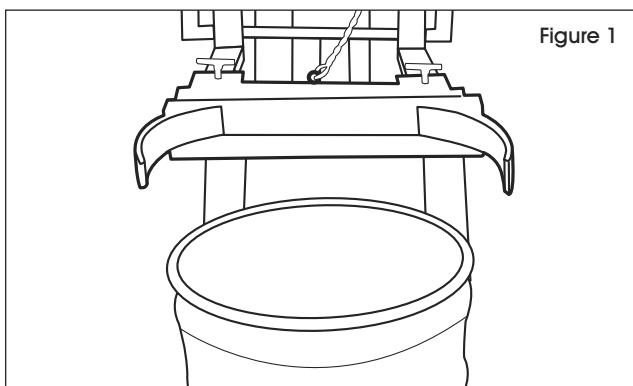

Figure 1
1. Raise drum grabber clamps above the drum. Position the ends of clamps on either side of the drum lid. Do not pass the center line of the drum. Doing so will cause damage to the drum. (See Figure 1)
1. Soulevez le porte-baril au-dessus du baril. Placez les extrémités du porte-baril de chaque côté du couvercle du baril. Ne dépassiez pas la ligne du centre du baril. Autrement, vous risquez de l'endommager. (Voir Figure 1)